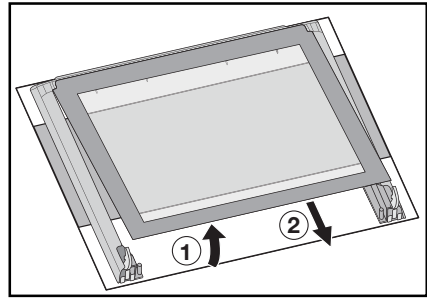

Fig. 8
10. Répétez les opérations décrites au point 9. pour la vitre du milieu caractérisée par un motif décoratif sur son périmètre (Fig. 8).